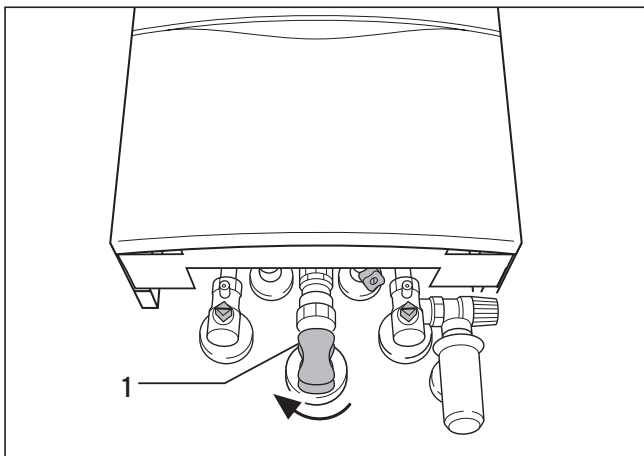

Fig. 2.1: Chiudere il rubinetto del gas
- Chiudere il rubinetto del gas (1) dell'apparecchio (fig. 2.1) e chiudere il rubinetto generale.